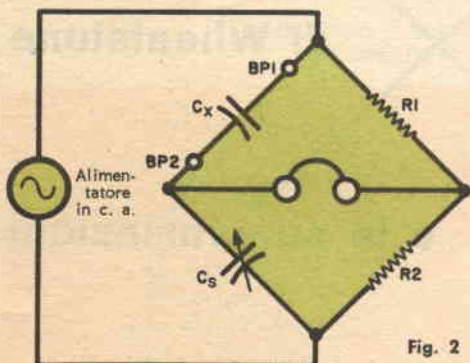

Fig. 2
Fig. 2 - Un circuito BFO può venire aggiunto per ricezione in codice e per facilitare l'individuazione delle stazioni. Il condensatore C2 da 10 pF serve per collegare questo circuito alle placche del diodo rivelatore.
**Misura delle capacità** - Finora abbiamo considerato soltanto ponti in corrente continua, però in pratica molti ponti usano la corrente alternata. La capacità, ad esempio, viene misurata con un ponte a corrente alternata; il circuito fondamentale di questo ponte, illustrato in *fig. 2*, usa lo stesso principio del ponte di Wheatstone. Il rapporto delle reattanze di  $C_x$  e  $C_s$  dovrà essere pari al rapporto delle resistenze di  $R_1$  e  $R_2$ . Per porre ciò in forma matematica scriveremo: *reattanza di  $C_x$ /reattanza di  $C_s = R_1/R_2$* ; siccome il rapporto fra le reattanze di  $C_x$  e  $C_s$  è uguale al rapporto fra i valori delle capacità di  $C_x$  e  $C_s$ , potremo scrivere:  $C_x/C_s = R_1/R_2$ , ovvero  $C_x = (C_s \times R_1)/R_2$ .